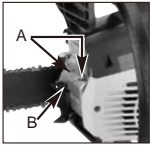

Fig. 17A
1. Fjern de 2 møtrikker (A), og træk lyddæmperen ud. (Fig. 17A).